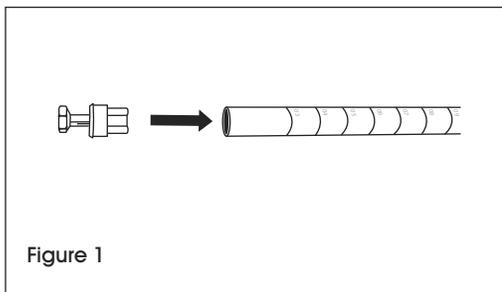

Figure 1
1. Assurez-vous que le montant est placé comme sur l'illustration. (Voir Figure 1)